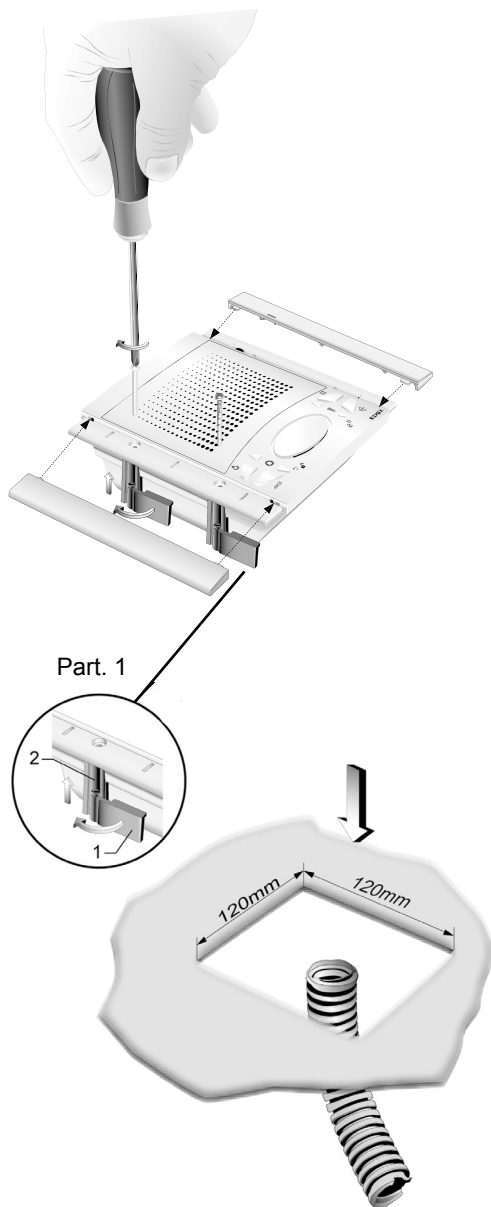

Fig. 2A
- Fissare le staffe al citofono come indicato in figura, tenendo i cursori allineati ai fianchi del citofono (Part. 1, Fig. 2A).
- Inserire il citofono all'interno della parete in cartongesso. Avvitando i cursori devono muoversi in modo perpendicolare rispetto al citofono (vedi Part. 1 Fig. 2A).